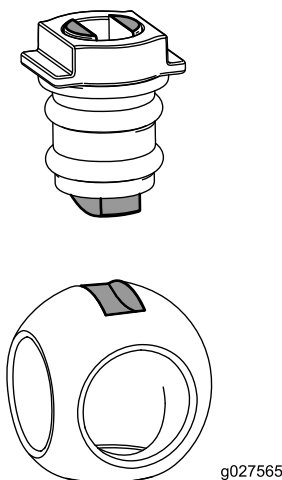

Figura 100
6. Inserte la bola en el cuerpo de la válvula (Figura 100).
Nota: El vástago de la válvula debe encajar en la ranura de accionamiento de la bola. Si el vástago de la válvula no encaja, ajuste la posición de la bola (Figura 100).